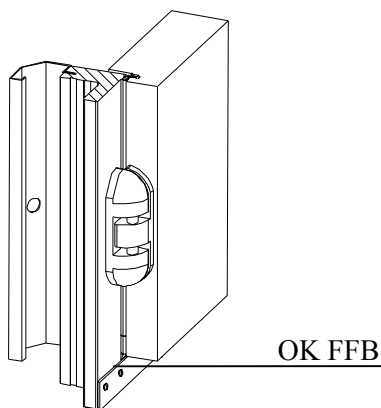

Bild 2.2 Niveau OK FFB mit Schwelle
- 2.6** Türstock nach dem bauseitigen Metermaß ausrichten, bzw. muß die Oberkante der Aluschwelle bündig mit der Oberkante des Fertigfußboden sein. **Bild 2.2**